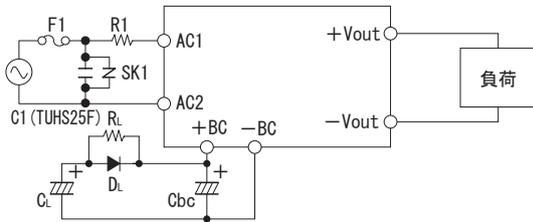

図4.5 長保持時間接続
■図4.5のように接続することで、電源の保持時間を長く設定することができます。CLへの充電電流は1[A]程度となるようRLの設定をお願いします。DLは600[V]以上の耐圧品をお使いください。詳細はお問い合わせください。